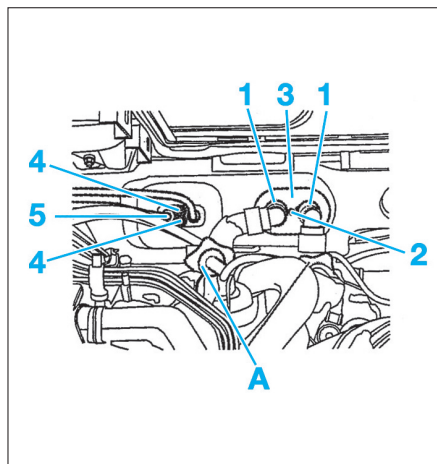

Fig. 3
- À l'aide de pince durit, pincer les durits en "A" (Fig.3).